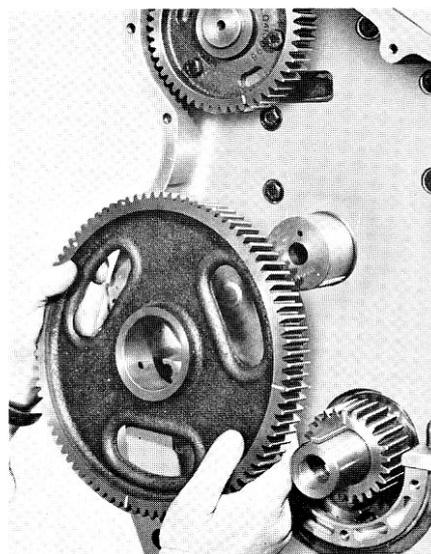

Fig. 16
- 3° Présenter le carter de distribution en le centrant sur le moyeu du pignon intermédiaire, dont la collerette doit se trouver au même plan que le fond du carter de distribution (fig. 16).